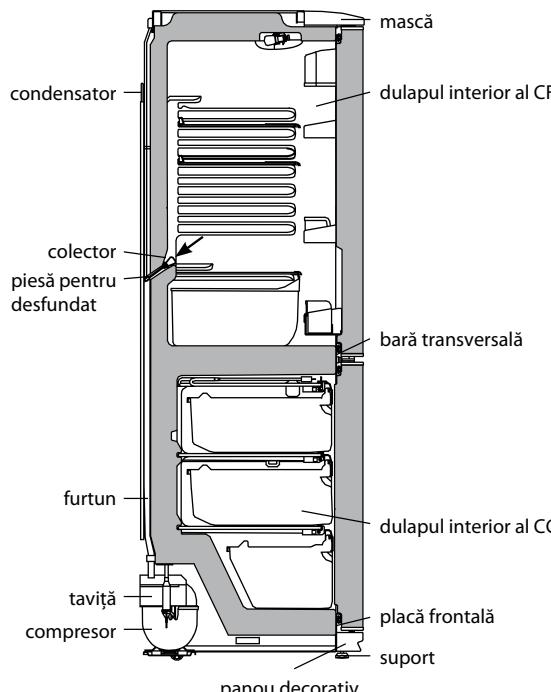

Figura 5 — Schema surgerii apei rezultate în urma topirii din CF
3.5.1 În CF se folosește un sistem automat de dezghețare. Bruma, care apare pe peretele din spate a CF, după deconectarea compresorului care lucrează în ciclu, se topește și se transformă în picături de apă. Picăturile de apă rezultată în urma topirii se scurg în colector, apoi prin gaura acestuia și prin furtun - în taviță de pe compresor, în conformitate cu figura 5 și se evaporă. Gaura colectorului este dotată cu o piesă pentru prevenirea înfundării sistemului de drenaj.
Prezența apei în colector indică înfundarea sistemului de drenaj. Pentru eliminarea înfundării folosiți piesa corespunzătoare și curătați gaura colectorului, astfel ca apa să se scurgă liber în taviță, apoi spălați piesa și instalați-o în conformitate cu figura 5.
Apa care a apărut la baza CF sau care a ajuns în locul de alăturare a barei transversale și a dulapului interior al CF, în conformitate cu figura 5, poate provoca coroziunea dulapului exterior al frigiderului și elementelor agregatului frigorific, defectarea izolației termice, formarea crăpăturilor dulapului interior și defectiunea frigiderului.
**SE INTERZICE** dezghețarea CC fără utilizarea elementului pentru drenare. Apa rezultată în urma topirii care se scurge din cameră afară de elementul pentru drenare, pătrunzând în locul de alăturare a plăcii frontale la dulapul interior în conformitate cu figura 5, poate provoca coroziunea dulapului exterior al congelatorului și a elementelor agregatului frigorific, defectarea izolației termice, formarea crăpăturilor dulapului interior și defectarea dulapului frigiderului.